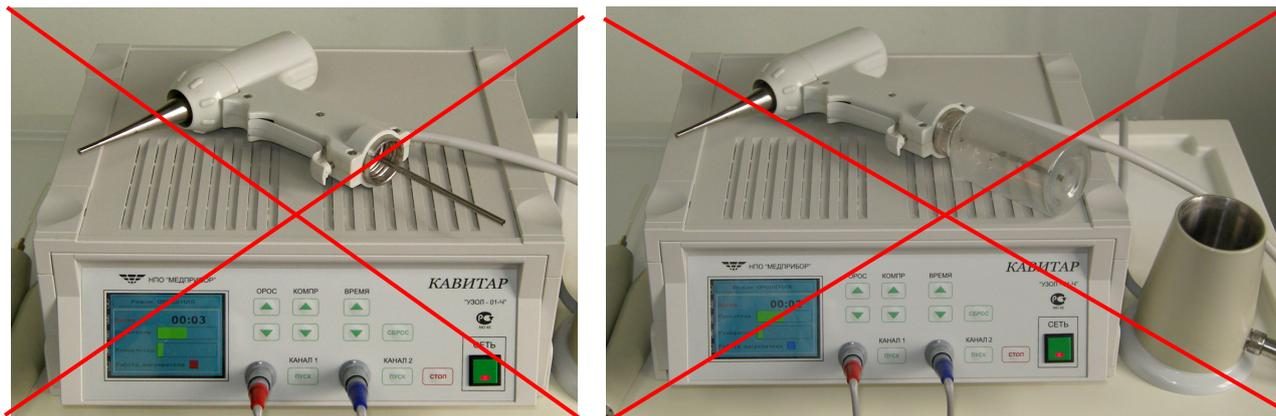

Рисунок 3 – Запрещенные положения рукоятки оросителя для любой поверхности
1. Запрещается укладывать на бок и переворачивать рукоятку оросителя с залитой в заправочный бачок жидкостью (см. рисунок 3)